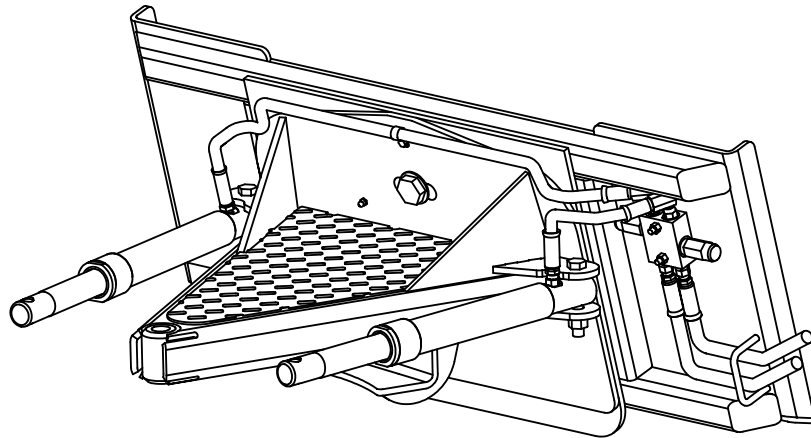

Bild 1. Pflug Box Montage
- a. Entfernen Sie die Pflug Box, den Schubrahmen Befestigungsträger, Beutel und andere Teile der Pflug Box. Sortieren Sie die Teile nach der anbei liegenden Packliste. Die Pflug Box sollte so wie in Bild 1 aussehen.